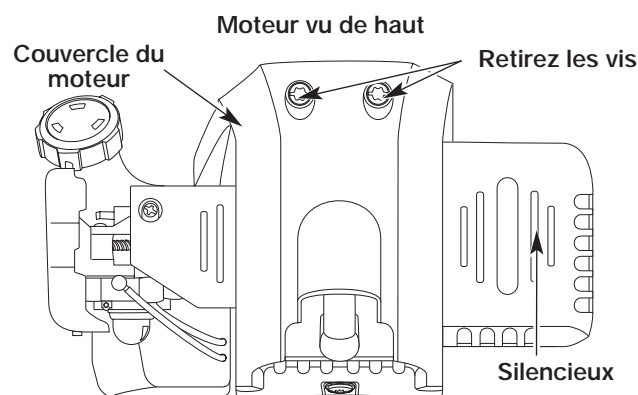

Fig. 63
2. Enlevez les deux vis (2) du haut du couvercle du moteur à l'aide d'un tournevis à lame plate ou T-25 Torx (Fig. 63).
6. Déposez le couvercle du moteur (Fig. 63).